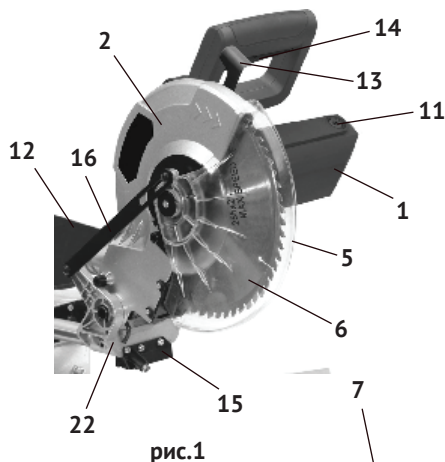
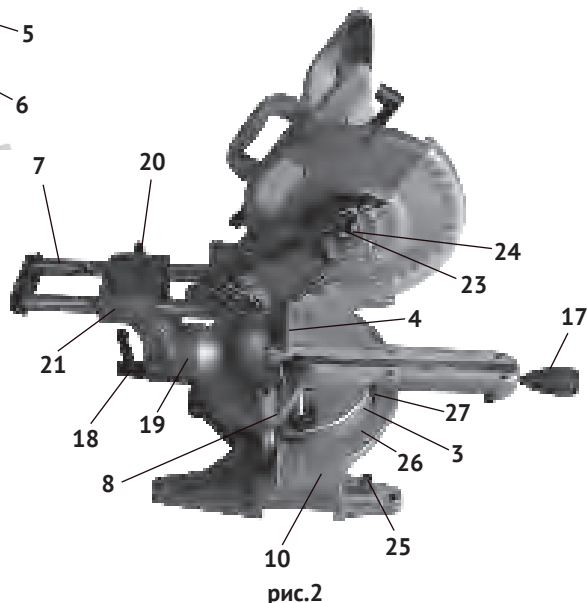

рис.1
рис.2
1.1.2 Основным несущим узлом режущего блока пилы является металлический редуктор, выполненный заодно с верхним защитным кожухом диска (рис.1 поз.2). К редуктору крепится пластиковый корпус двигателя (рис.1 поз.1), с закреплённой на нём рукояткой. Вертикальное перемещение режущего блока для реза обеспечивает суппорт вертикального перемещения (рис.1 поз.22). Возвратная пружина на оси суппорта, возвращает режущий блок в исходное положение. Горизонтальное движение по направляющим (рис.2 поз.7) и отклонение влево от вертикальной оси обеспечивает суппорт наклона и горизонтального перемещения (рис.2 поз.21). Заготовка на рабочем столе может быть повернута на угол от 0 до 45° за счёт поворотного основания. На основной рукоятке пилы расположены: рычаг блокировки защитного кожуха (рис.1 поз.13) и клавиша выключателя (рис.1 поз.14). Конструкция пилы позволяет осуществлять распиловку материала под заданным углом от 0 до 45° относительно задней кромки заготовки в обе стороны, заданным углом (от 0 до 45°) относительно вертикальной оси влево и продольного пиления при перемещении вдоль направляющих. Крутящий момент с якоря электродвигателя шестернёй передаётся на шпиндель, соосный с двигателем. На шпиндель, между опорным и зажимным (рис.2 поз.24) фланцами крепится пильный диск (рис.1 поз.6). Диск является основным рабочим инструментом для резки выбранных материалов. Пила рассчитана на повторно-кратковременный режим работы (S3) с номинальным периодом времени: работа/перерыв – 15 мин/5 мин.
1.1.3 Металлическая станина (рис.2 поз.10) пилы устанавливается на ровную горизонтальную поверхность. Для крепления пилы на верстаке (рабочем столе) в ножках станины имеются 4-е крепёжных отверстия. При пилении длинных заготовок в станину крепятся 2-е дополнительные опоры (рис.1 поз.9). Распиливаемая заготовка плотно прижимается к параллельному упору (рис.2 поз.4) и крепится к рабочему столу струбциной (рис.2 поз.8).
Для отвода стружки в комплект поставки входит пылесборник (рис.1 поз.12), который крепится к патрубку неподвижного кожуха. К патрубку можно подключить промышленный пылесос.
На суппорте вертикального перемещения (рис.1 поз.22) пилы расположен блок лазера (рис.1 поз.15), подсвечивающий линию реза при пилении.
- разблокировать подвижный защитный кожух рычагом (рис.1 поз.13);
- включение пилы осуществляется нажатием на клавишу выключателя (рис.1 поз.14);
- при установке необходимо, чтобы стрелка направления вращения на диске соответствовала направлению, указанному на неподвижном кожухе (рис.1 поз.2) пилы;
- разблокируйте подвижный защитный кожух (рис.1 поз.5), нажав на рычаг блокировки (рис.1 поз.13). Затем, поднимая вверх подвижный защитный кожух, зафиксируйте его в верхнем положении, используя кулису (рис.1 поз.16). Заблокируйте вращение шпинделя нажатием кнопки стопора, расположенной между корпусом редуктора и корпусом двигателя;
- ключом (входит в комплект поставки) открутите фиксирующий болт (рис.2 поз.23) пильного диска, снимите внешний зажимной фланец (рис.2 поз.24) и пильный диск (рис.1 поз.6);
- для установки угла поворота ослабьте фиксирующую рукоятку (рис.2 поз.17), установите необходимый угол распила, повернув поворотное основание (рис.2 поз.3) в нужную сторону, совместив стрелку-указатель (рис.2 поз.27) с нужным делением шкалы (рис.2 поз.26) и надёжно затяните фиксирующую рукоятку.
- пила обладает возможностью продольного движения режущего блока в процессе распиливания по двум трубчатым направляющим (рис.2 поз.7);
- для установки возможности продольного движения режущего блока необходимо ослабить фиксирующий винт (рис.2 поз.20).
- для прямого распила заготовки установите углы наклона режущего блока и поворота пильного стола в положение 0 и затяните фиксирующую рукоятку продольного движения режущего блока. Прижмите заготовку к параллельному упору (рис.2 поз.4) пильного стола. Затем, включив пилу (выполняя действия п.3.1), дождитесь, пока пила наберёт максимальные обороты, и плавно опуская режущий блок, разрежьте заготовку за один распил;
- данная модель пилы обладает возможностью продольного пиления методом движения режущего блока по двум горизонтальным направляющим, что особенно удобно при работе с широкими заготовками. Для выполнения продольного реза ослабьте винт-фиксатор (рис.2 поз.20) продольного движения режущего блока. Прижмите заготовку к упору пильного стола. Затем, включив
- во время работы для эффективного отвода пыли из зоны пиления подключите пылесос или установите штатный пылесборник (рис.1 поз.12).